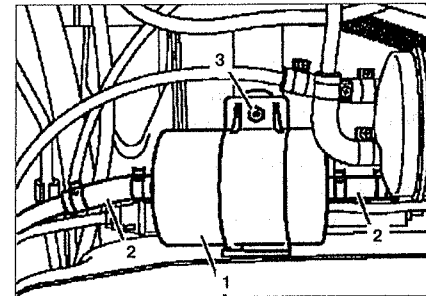

**Рис. 1.19.** Замена свечей зажигания на двигателе 104.900:
- Снимите массовый датчик расхода воздуха 1 (см.рис.1.19).